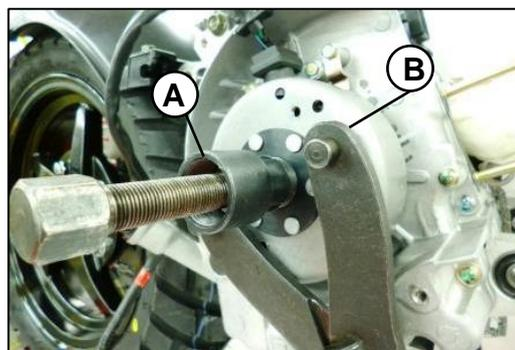

Fig. 04
Instalar el extractor de volante (A) (herramienta especial) remueva la volante (B). **Fig.04**